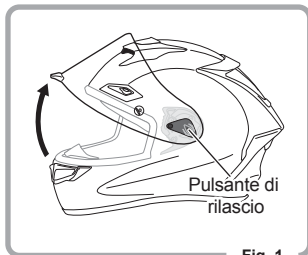

Fig. 1
1. Aprire completamente la visiera (Fig. 1).